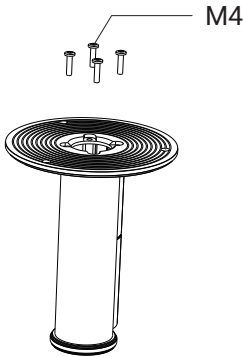

рис. 1
1. Совместите потолочную пластину с внешней частью штанги и закрепите ее с помощью винтов M4, как показано на рис. 1